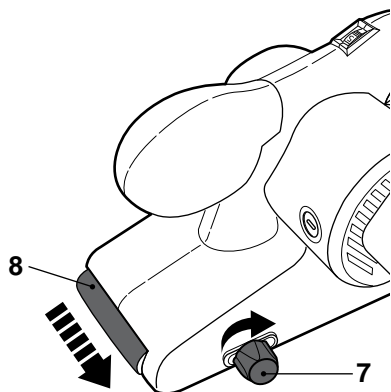

Fig. 4
- > Tournez le bouton de réglage de la bande [7] en sens horaire pour amener la bande abrasive [8] vers la droite (Fig. 4).